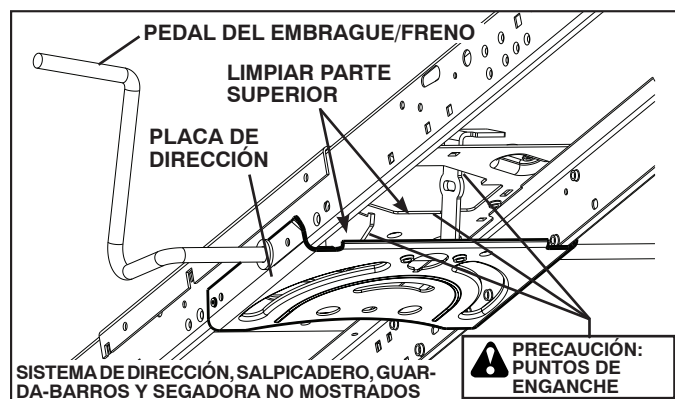

Fig. 19
**PRECAUCIÓN:** Evite todos los puntos de enganche y las piezas móviles. (Vea Fig. 19)